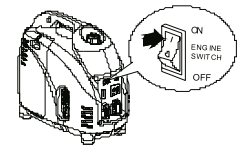

Рис. 16
- в) Переведите выключатель зажигания в положение «ON» (Рис. 16).